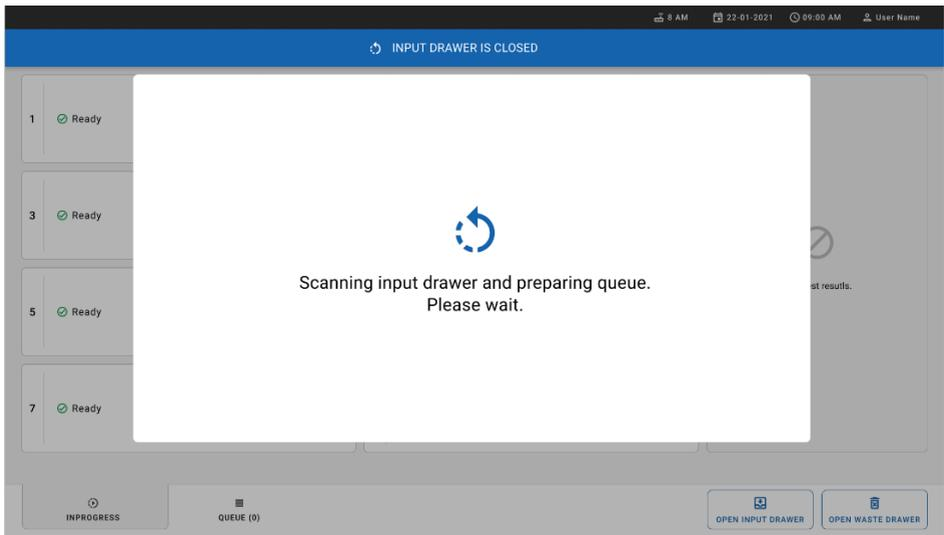

Figura 29. Pantalla Preparing queue (Preparación de cola).
14. Cierre el cajón de entrada cuando se hayan escaneado e insertado todos los cartuchos. El sistema escaneará los cartuchos y preparará una cola (figura 29).